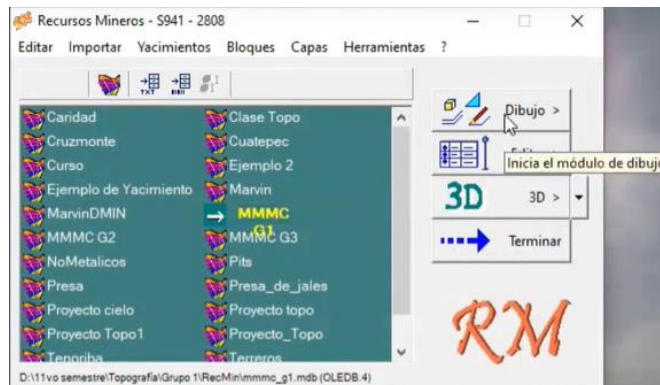

Figura 392. Módulo de dibujo.
27. En el Módulo de yacimientos, seleccionar el proyecto en el que se estará trabajando y presionar el botón “Dibujo” para abrir el Módulo de dibujo. Figura 392.